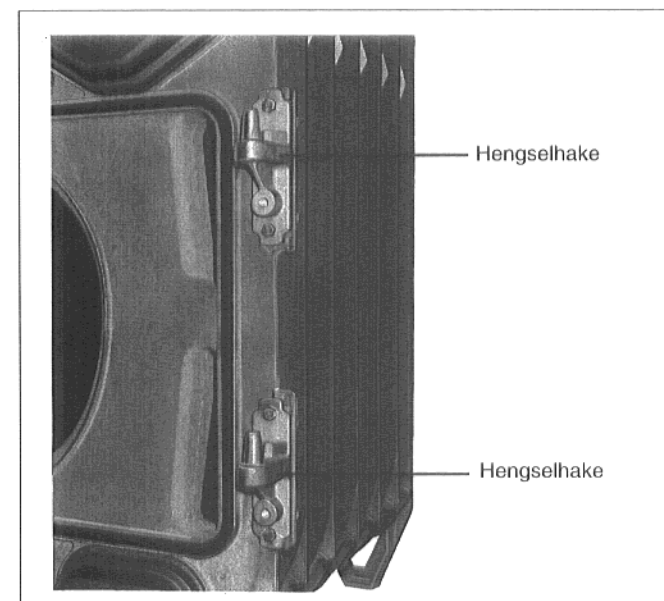

Fig. 26
- Hengselhakene skrues jf. fig. 26 (høyreanslag) på forelementet med 2 maskinskruer M 12 x 55 hver. For venstreanslag må de skrues på venstre side.